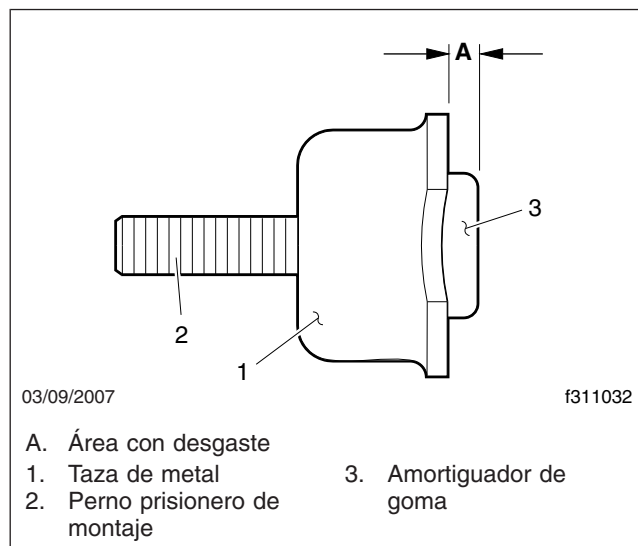
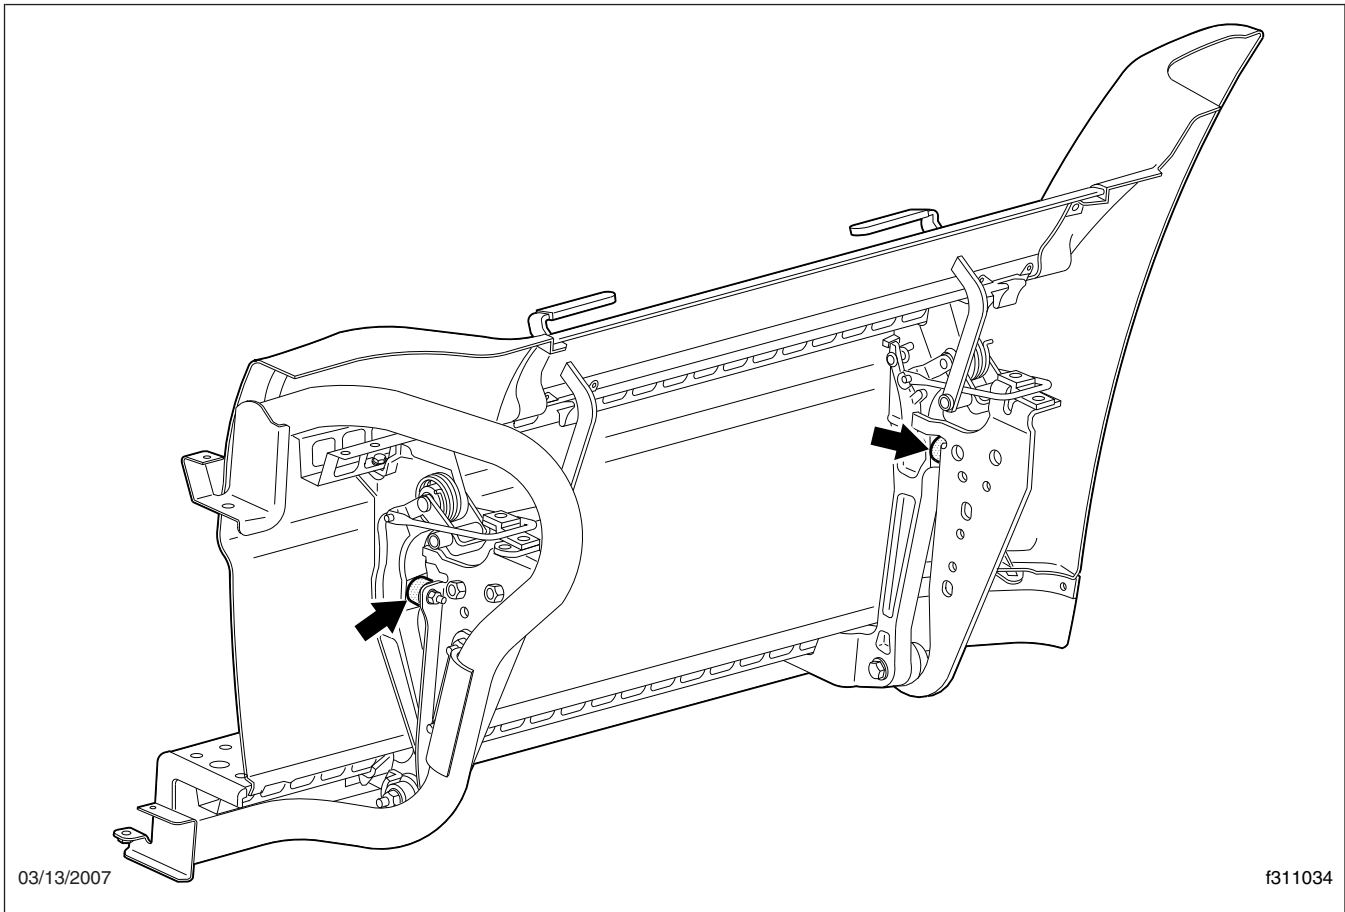

Figura 11, Amortiguador del deflector
Figura 12, Ubicación de los amortiguadores
2. Inspeccione los amortiguadores de goma para ver si están desgastados. Vea en la **Figura 11** el área de desgaste de un amortiguador y en la **Figura 12** la ubicación de los amortiguadores.